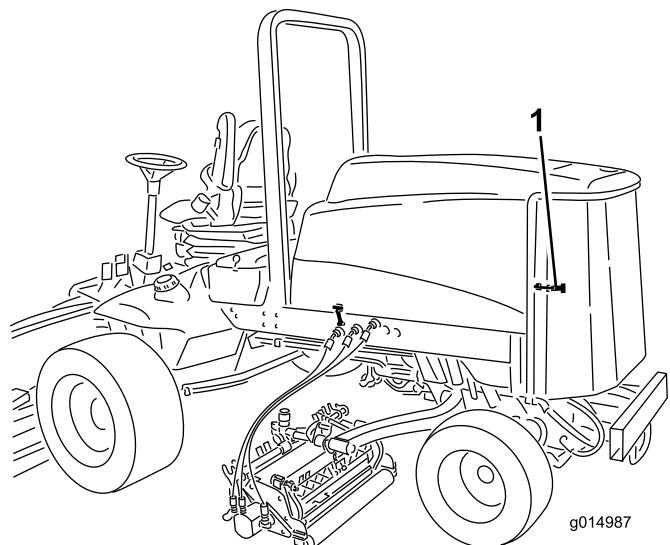

Figura 74
- Desenganche y abra la rejilla trasera (Figura 74).